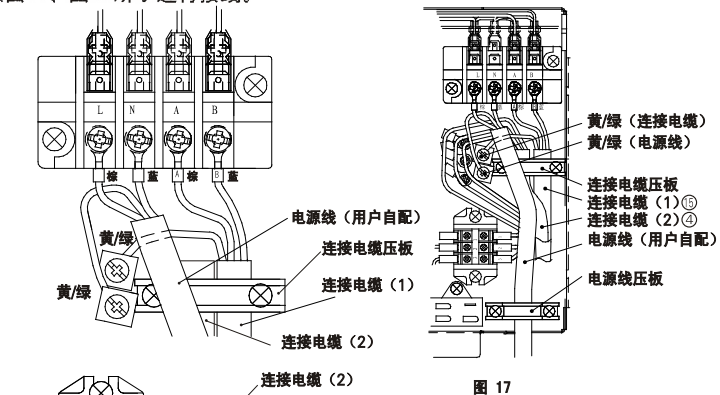
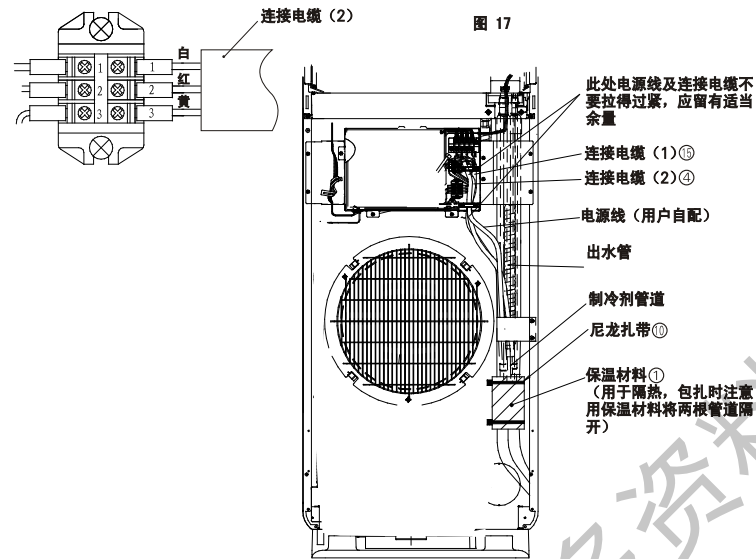

图 17
图 18
(2) 按图17、图18所示进行接线。
- (3) 必须将黄 / 绿芯线接至带有 “⊕” 标志的端子上。
- (4) 将电源线、连接电缆用电线压板压紧，以防止接线端子受力后脱落。
- (5) 将制冷剂管道用附件 ⑩ 尼龙扎带按图18要求扎起来。
- (6) 将电源线、连接电缆(1)、(2)从制冷剂管道外连接管通过的管道孔穿过，且如果从后板或左右侧板穿过，管道孔必须装上管道护孔环，以防电源线、连接电缆破损发生漏电危险。
- (7) 室内电源必须安装空气开关。